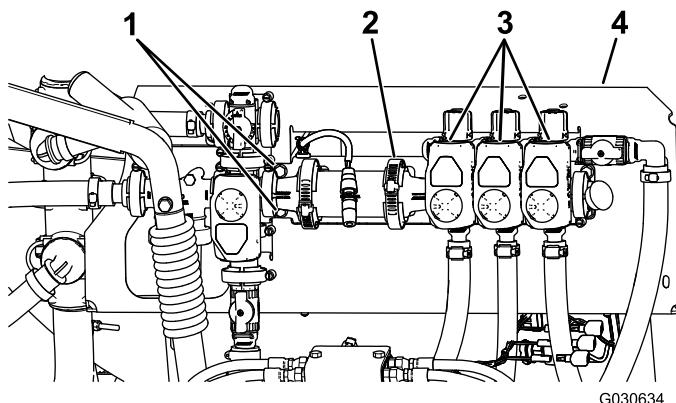

Bild 4
- Lösen Sie die Schrauben (aber nehmen Sie sie nicht ab), mit denen das Auslegerventil an der Befestigungshalterung befestigt ist (Bild 4).
- Lösen Sie die vorhandene Schlauchklemme, mit der das KZ-Ventil am Auslegerventil befestigt ist (Bild 4).